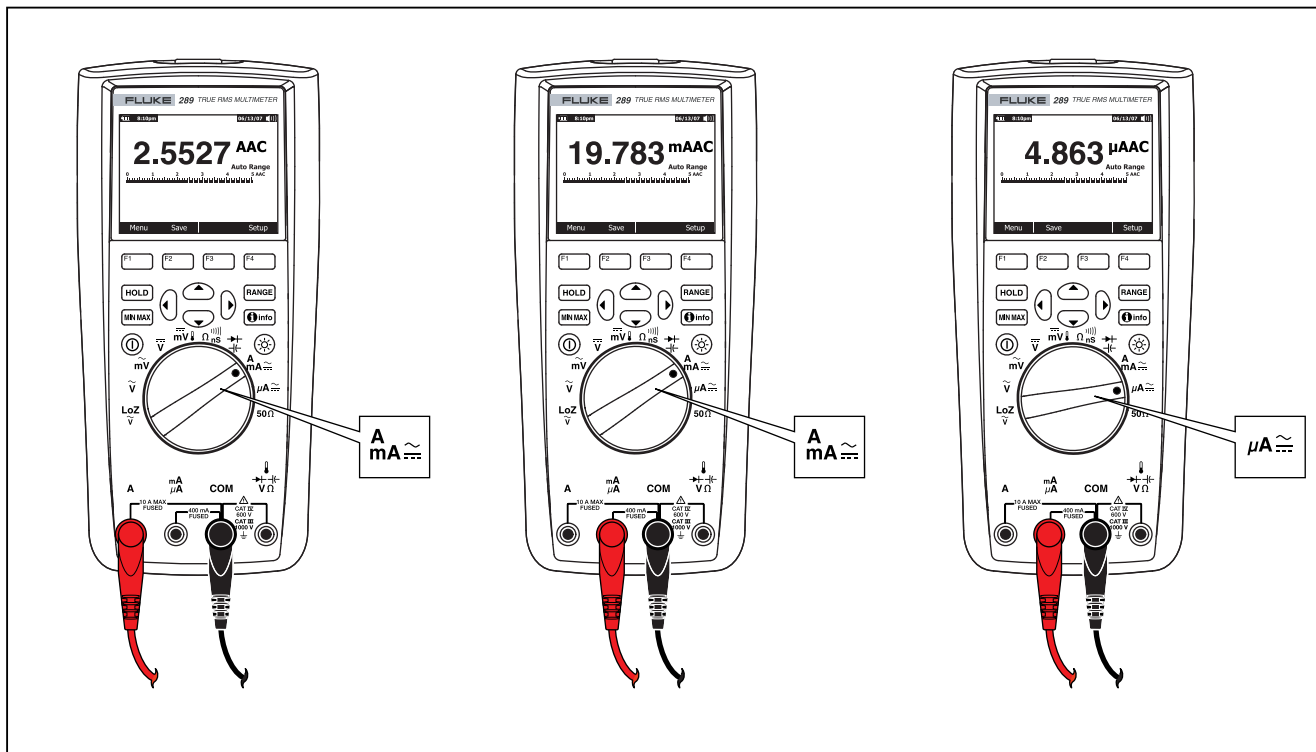

Abbildung 21. Messen von Stromstärke
3. Bei Verwendung der A-Buchse den Drehschalter in Position **A_{AC}** drehen. Bei Verwendung der mA/μA-Buchse für Stromstärken unterhalb 5000 μA (5 mA) den Drehschalter auf **μA_{AC}** einstellen bzw. für Stromstärken oberhalb 5000 μA auf **A_{DC}**. Messleitungsverbindungen und Funktionsauswahl siehe Abbildung 21. Für Informationen zu den Alarmen, die das Messgerät erzeugt, wenn die Messleitungen für Strommessungen nicht korrekt verwendet werden, siehe Abschnitt „Eingangsalarmfunktion (Input Alert)“.